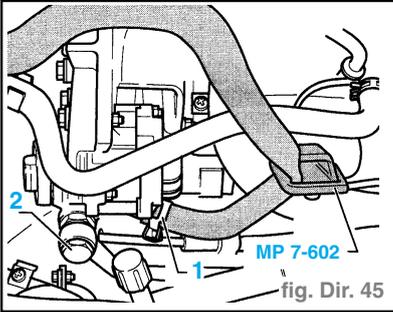
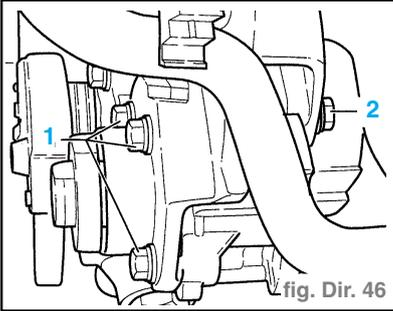

fig. Dir. 45
fig. Dir. 46
- Débrancher avec l'outil spécial **MP 7-602** la conduite d'aspiration - réservoir d'huile hydraulique / pompe à ailettes (fig. Dir. 45).
- Ouvrir le collier à lame ressort (1) avec un outil spécial p. ex. **Matra V/131** et ôter la conduite d'aspiration de la pompe à ailettes.
- Dévisser la conduite de refoulement (Durit dilatable) (2).
- Déposer les vis (1) et (2) (fig. Dir. 46).
- Installer la pompe à ailettes dans le support et serrer les vis (1) et (2) (fig. Dir. 46).